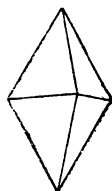

Рис. 25.
1. Свойства серы. В лаборатории мы встречаем обычно два сорта серы — сера в виде жёлтого порошка, или так называемый „серный цвет“, и сера, отлитая в виде „черенков“ — палок, легко разбивающихся на отдельные куски, или „черенковая сера“. Наиболее чистая сера продаётся под названием кристаллической серы — жёлтые полупрозрачные кристаллы. Правильно образованные кристаллы имеют форму восьмигранников, представляющих собою как бы две четырёхгранные пирамиды, сложенные основаниями (рис. 25). Эти кристаллы получают при кристаллизации серы из раствора в сернистом углероде CS_2 . Если такой раствор на-